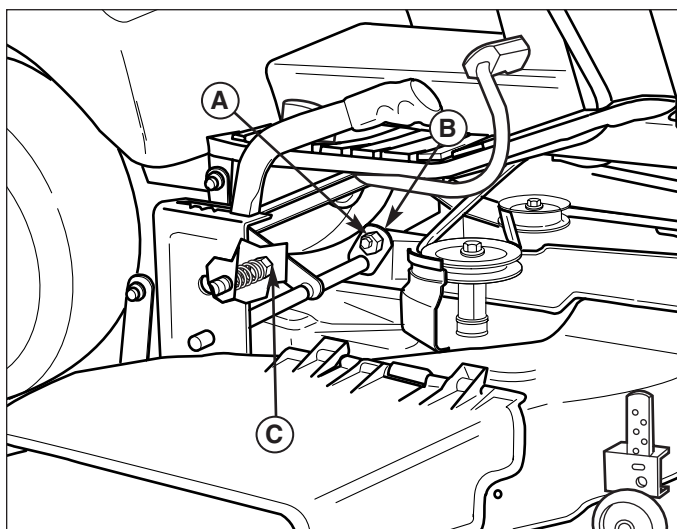

Figure 30. Ecrou de réglage pour la mise à niveau longitudinale (97 cm, 112cm)
8. Voir la Figure 30. Desserrez l'écrou extérieur (A) et tournez l'écrou excentrique (B) pour lever ou abaisser l'arrière de la plate-forme. Quand la plate-forme de la tondeuse est à niveau, tenez en place l'écrou excentrique pendant que vous serrez l'écrou extérieur.
REMARQUE : Si la manette de la tondeuse sort du support de hauteur de coupe, tournez l'écrou de réglage (C, Figure 30) dans le sens des aiguilles d'une montre pour augmenter la tension du ressort. NE PAS serrer l'écrou jusqu'au bout au point que le ressort n'ait plus suffisamment de jeu pour fonctionner.